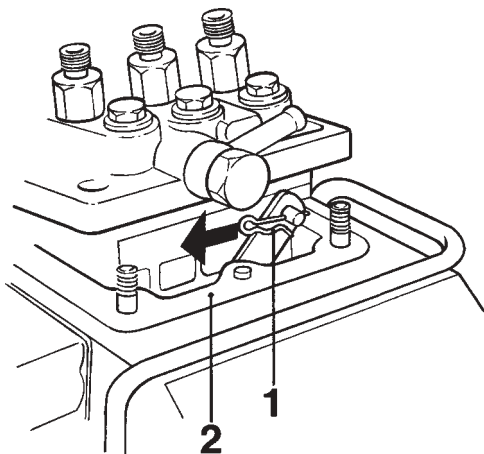

Fig. 57 Dépose de la pompe d'injection
7. Desserrer la pompe d'injection. Tourner le bras d'arrêt dans le sens d'horloge et, avec précautions, soulever la pompe pour accéder à la goupille de verrouillage du bras de régulateur (fig. 57).